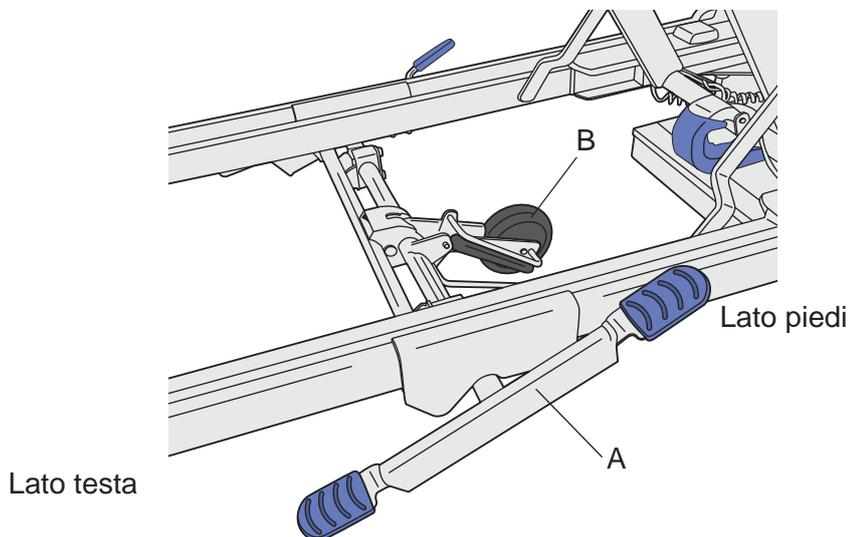

Fig. 5 - Pedale di attivazione della quinta ruota
1. Abbassare il pedale di attivazione della quinta ruota dal lato testa (A). **(vedere fig. 5).**
1. Abbassare il pedale di attivazione della quinta ruota dal lato piedi (A). **(vedere fig. 5).**
2. Accertarsi che la quinta ruota (B) si sia sollevata dal pavimento.